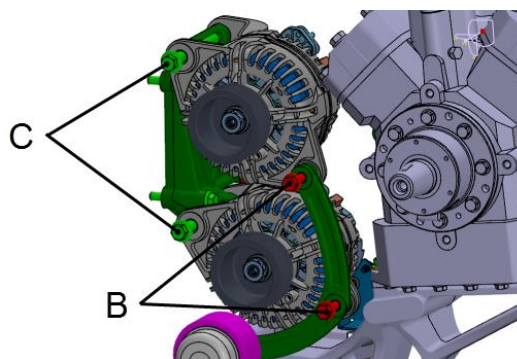

FIGURE 16
21. Installer les alternateurs. Fixer sans serrage les alternateurs aux supports à l'aide des boulons **C**. Aussi, monter sans serrage le support arqué aux alternateurs à l'aide des boulons **B** (FIGURE 16).